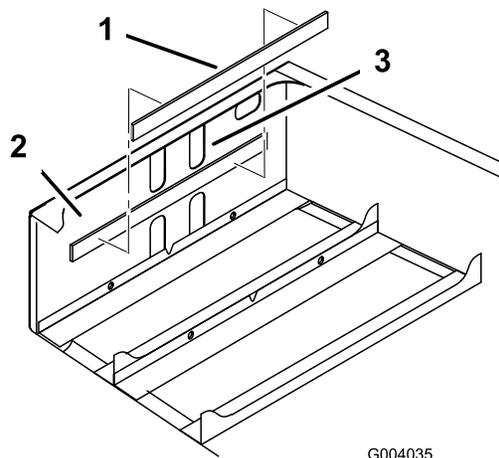

Figura 10
- Togliete il nastro adesivo dalla parte posteriore del supporto delle batterie, e applicate quest'ultimo alla superficie interna anteriore del telaio posteriore, come illustra Figura 10.
Nota: Il supporto dev'essere situato 6 mm sotto il bordo inferiore della serie di fori superiore (Figura 10).